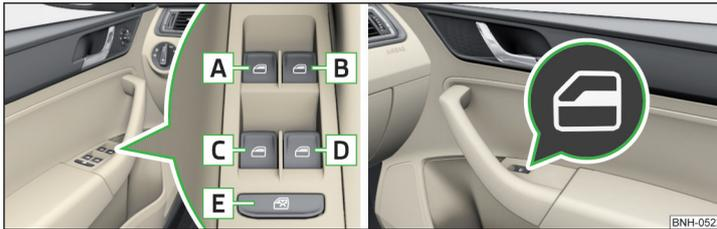

Abb. 37 Tasten der Fensterheber
Tasten der Fensterheber » Abb. 37
- Die Taste  » Abb. 37 drücken.